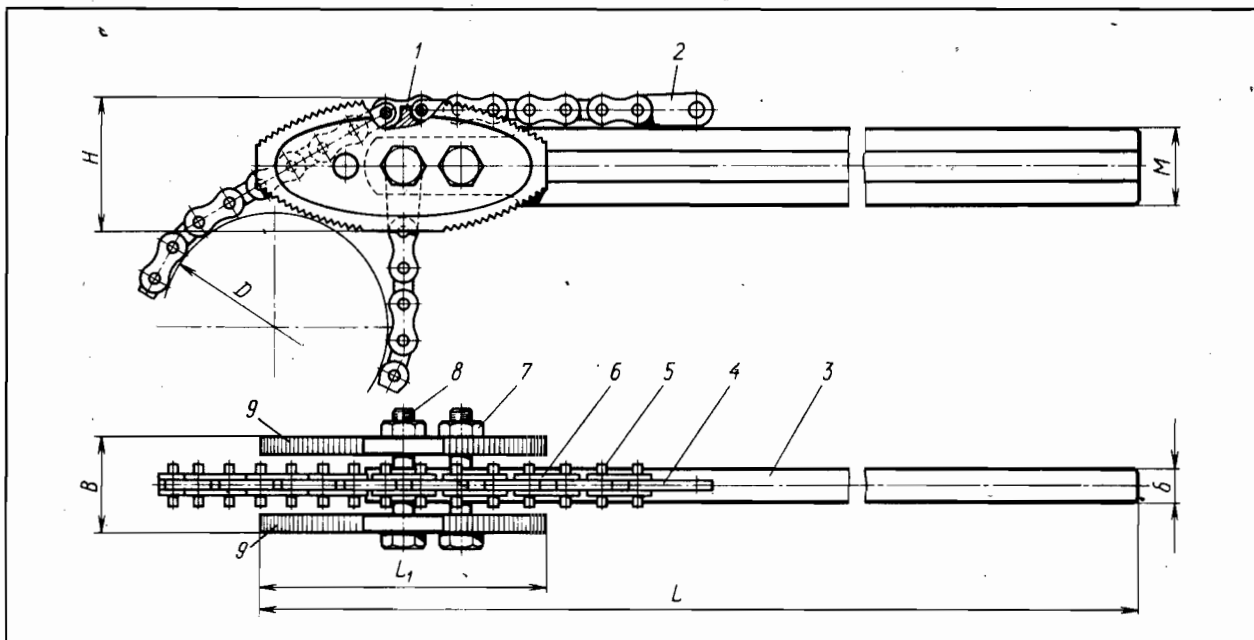

Рис. 45. Ключ трубный цепной:
**Трубный цепной ключ** (рис. 45) представляет собой рукоятку 3, к одному из концов которой болтами 8 с гайками 7 прикреплены две щеки 9. Крайним болтом на рукоятке закреплена подвеска 2 цепи, расположенной между щеками. В зависимости от направления враще-